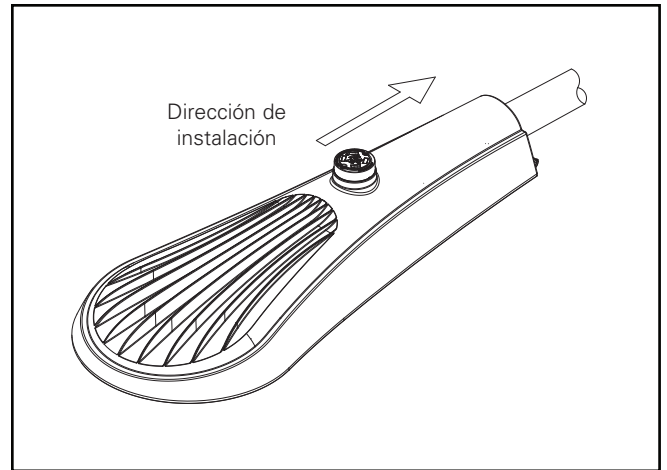

Figura 4.
4. Eleve la carcasa a su posición y coloque el extremo del brazo de montaje sobre escalones de nivelación a fin de que la carcasa quede nivelada. Se debe tener cuidado de que el brazo no golpee inadvertidamente los componentes internos. (Figura 4).